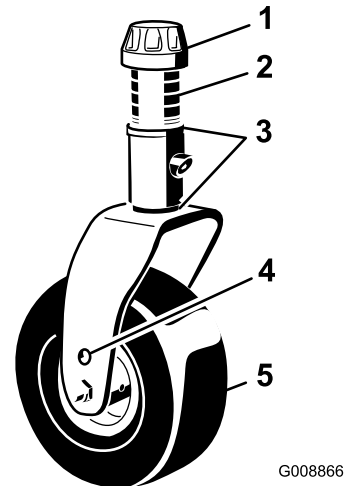

Bild 34
3. Stellen Sie die Beilagscheiben (3 mm) an den vorderen Laufradgabeln auf die entsprechende Schnitthöhe auf dem Aufkleber ein (Bild 34), siehe Messen der Mähwerkneigung \(Seite 81\).